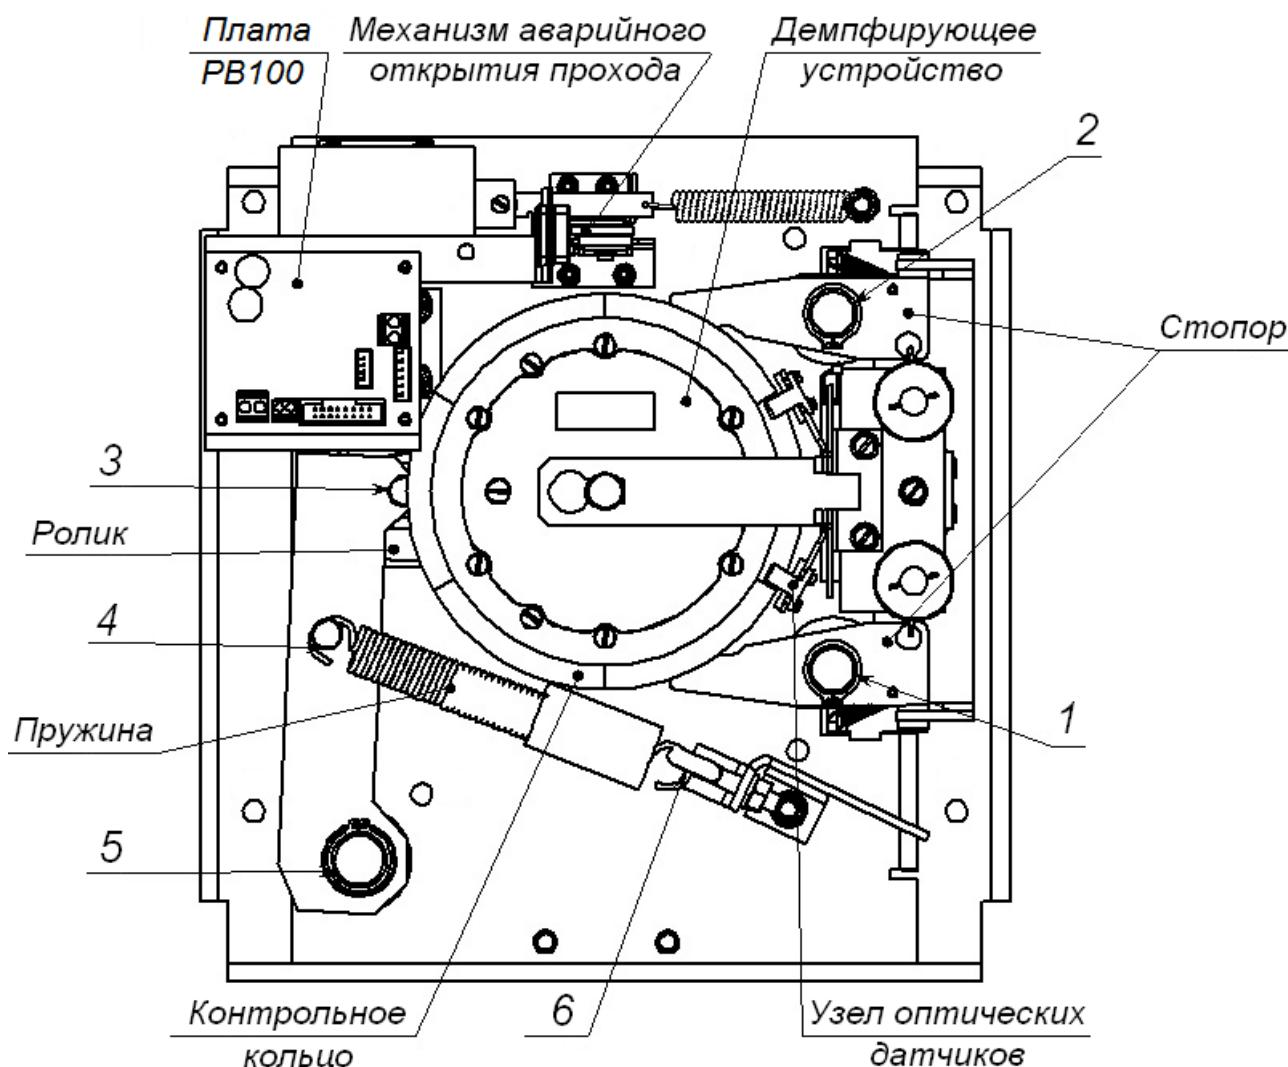

Рисунок 25. Расположение внутренних деталей и узлов стойки ЭП
6. Осмотрите устройство доворота (толкателем, пружины и ролик), оптические датчики угла поворота преграждающих планок и демпфирующее устройство (см. рис. 25).
- смазкой **Chain and Rope Lube Spray - WEICON** оси вращения рычага толкателя (5, рис. 25) ролика и стопоров (1, 2, 3, 5, рис. 25);
- смазкой ШРУС-4 точки крепления пружин доворота (6, 4, рис. 25),
12. Проверьте крепление преграждающих планок (4) в шарнирных узлах маховика и, при необходимости, подтяните крепежные винты.